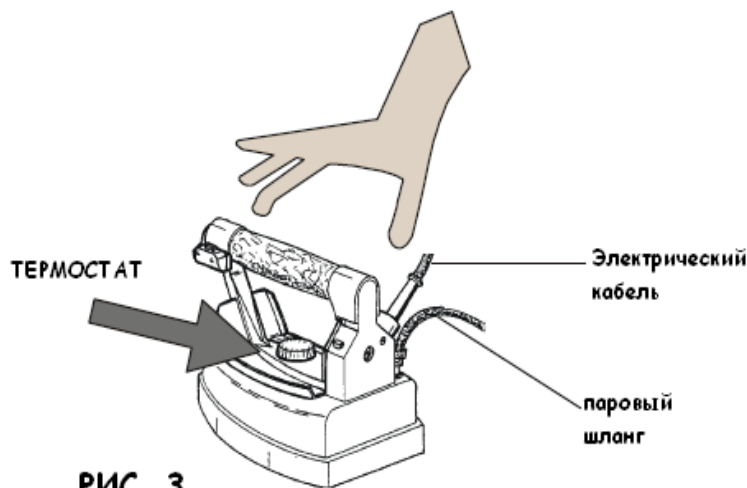

РИС. 3
3. Включите бойлер (рис.2 В) и утюг (рис.2А), установите термостат утюга(рис.3) в положение «Cotton» (Хлопок).
4. Для сухой глажки (см. рис. 3) утюг можно отрегулировать в различные положения при помощи термостата. Для глажки с паром устанавливайте термостат в положение “cotton” или “linen”.